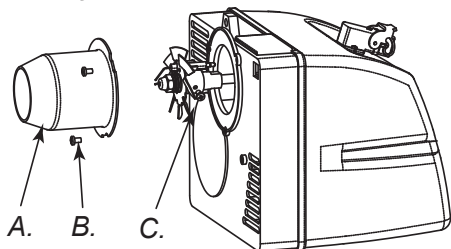

Figure 12 - Coquille-brûleur de démontage
- Dévisser les trois vis (B Fig. 12) qui bloquent le conduit du brûleur (A Fig. 12).